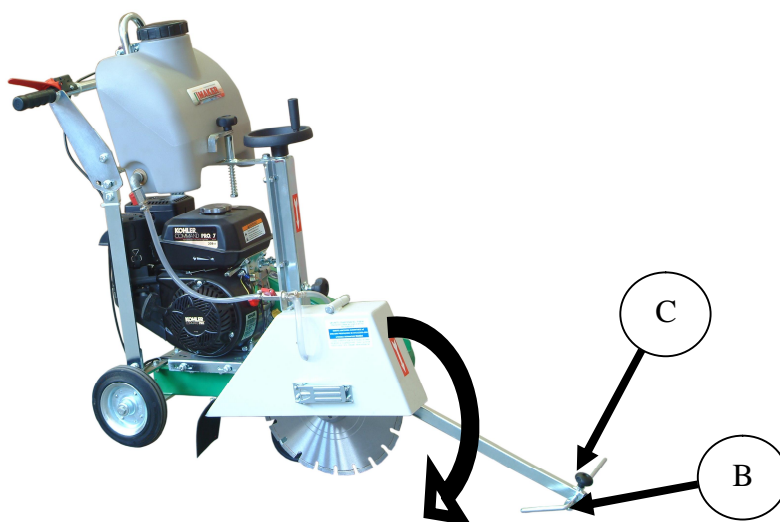

Figura 5-2
- Abbassare la asta di indice e introdurre il tondino **B** nell'apposito foro, regolarlo a misura e stringere il volantino **C** di bloccaggio (vedi Figura 5-2 alla pagina seguente).